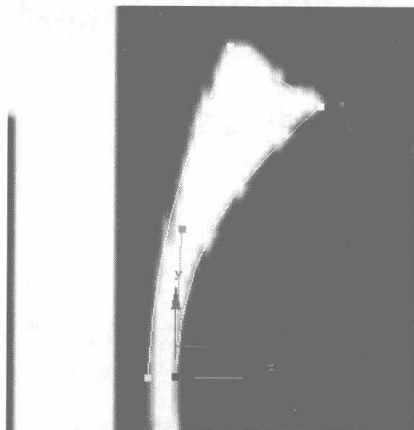

图 6.358
- 03** 在堆栈栏中打开 Line 层级并选择 Vertex 层级, 在视图选择曲线上的节点, 单击右键, 在弹出的快捷菜单中选择 Bezier 命令, 将节点进行曲度调整, 如图 6.358 所示。